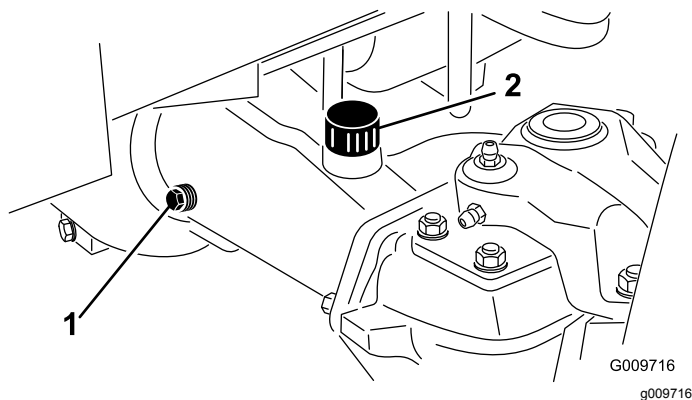

Рисунок 85
2. Снимите контрольную пробку с одного конца моста и убедитесь, что масло достигает до низа отверстия (Рисунок 85).